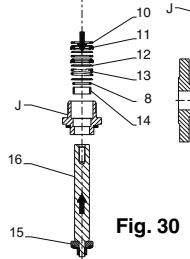
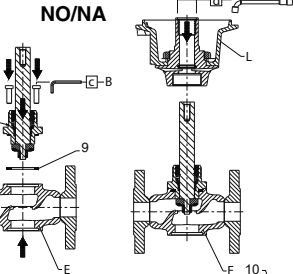

Fig. 30
Fig. 31
- NC and U versions (Fig. 31):** Remount the new O-ring (9) and tighten the stuffing box body (J) with the screws (B) to torque [c].
Version NO (Fig. 30): Re-dubunt the new parts in the stuffing box body: lower bearing (14), O-ring (8), 1 chevron support (12), spring (13), 1 chevron support (12), 1 chevron (11), 1 stuffing box gland (10), 1 chevron support (12), 1 chevron (11) and 1 stuffing box gland (10). Fit the unit thus formed on the stem/disc (15-16).
- Versions NF et U (Fig. 31) :** Remonter le nouveau joint torique (9), et fixer le corps du presse étoupe (J) à l'aide des vis (B) au couple [c].
Versions NO (Fig. 30) : Remonter dans le corps du presse étoupe les nouvelles pièces : le palier bas (14), le joint torique (8), 1 support de chevron (12), le ressort (13), 1 support de chevron (12), 1 chevron (11), 1 fouloir (10), 1 support de chevron (12), 1 chevron (11) et 1 fouloir (10).
- NC- und U-Version (Abb. 31):** Montieren Sie den neuen O-Ring (9) und befestigen Sie das Gehäuse der Stopfbuchse (J) mit den Schrauben (B) mit dem Anziehmoment [c]. Montieren Sie die neuen Teile in der Stopfbuchsen- und entfernen Sie: unteres Lager (14), O-Ring (8), 1 Dachmanschetten-Unterstützung (12), Feder (13), 1 Dachmanschette (12), 1 Dachmanschette (11), 1 Stopfbuchsenoberteil (10), 1 Dachmanschetten-Unterstützung (12), 1 Dachmanschette (11) und 1 Stopfbuchsenoberteil (10). Schrauben Sie die Bedienergehäuseeinheit (L)/Ventil (E) von Hand fest. Bringen Sie die neue Einheit aus Spindel/Ventilteller (15-16) wieder an. Beenden Sie das Schrauben mit Drehmoment [d]. **Version NO (Abb. 30):** Montieren Sie die neuen Teile in der Stopfbuchsen- und entfernen Sie: unteres Lager (14), O-Ring (8), 1 Dachmanschetten-Unterstützung (12), Feder (13), 1 Dachmanschetten-Unterstützung (12), 1 Dachmanschette (11), 1 Stopfbuchsenoberteil (10), 1 Dachmanschetten-Unterstützung (12), 1 Dachmanschette (11) und 1 Stopfbuchsenoberteil (10). Setzen Sie diese Einheit auf die Spindel/Ventilteller (15-16). Montieren Sie den neuen Siegel (9) und befestigen Sie das Gehäuse der Stopfbuchse (J) mit den Schrauben (B) mit dem Anziehmoment [c]. Ziehen Sie die Einheit aus Antriebsgehäuse (L) und Ventil (E) mit dem Anziehmoment [d] fest.
- Versión NC y U (Fig. 31):** Volver a montar la nueva junta tórica (9), y fijar el cuerpo del prensaestopas (J) con la ayuda de los tornillos (B) al par [c]. Volver a montar las piezas nuevas en el conjunto prensaestopas: casquillo bajo (14), junta tórica (8), 1 soporte de chevron (12), resorte (13), 1 soporte de chevron (12), 1 chevron (11), 1 pistón (10), 1 soporte de chevron (12), 1 chevron (11) y 1 pistón (10). Atornillar firmemente la unidad del cuerpo de operador (L)/Válvula (E) a mano. Sustituir el nuevo conjunto vástagos/clapet (15-16). Finalizar el atornillado hasta el par de apriete [d]. **Versión NO (Fig. 30):** Volver a montar las piezas nuevas en el cuerpo del conjunto prensaestopas: casquillo bajo (14), junta tórica (8), 1 soporte de chevron (12), resorte (13), 1 soporte de chevron (12), 1 chevron (11), 1 pistón (10), 1 soporte de chevron (12), 1 chevron (11) y 1 pistón (10). Acoplar el conjunto formado en el vástagos/clapet (15-16). Volver a montar la nueva junta (9) y fijar el prensaestopas (J) con la ayuda de los tornillos (B) al par [c]. Atornillar el conjunto cuerpo de actuador (L) / Válvula (E) al par [d].